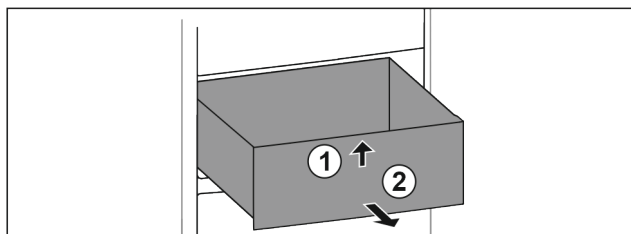

Fig. 95
- ▶ Lade aan de voorkant optillen. Fig. 95 (1)
- ▶ Lade naar voren toe verwijderen. Fig. 95 (2)